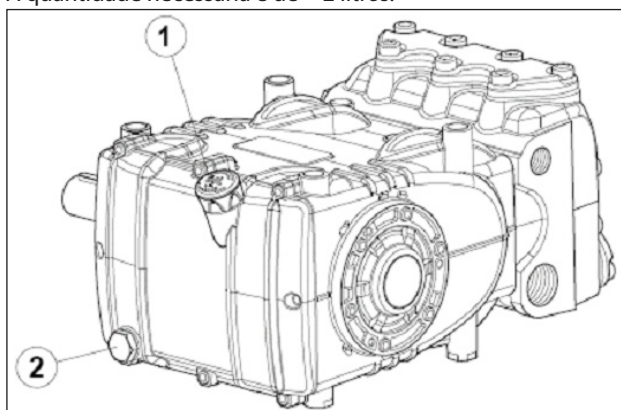

Fig. 3
A partir da haste do nível de óleo pos. ①, Fig. 3.
O controle correto do nível do óleo é realizado com a bomba em temperatura ambiente, a troca do óleo é executada com bomba em temperatura de trabalho, removendo: a haste do nível do óleo pos. ① e, em seguida, o tampão pos. ②, Fig. 3. O controle do óleo e da troca são efetuados conforme indicados na tabela da Fig. 14, capítulo 11.
Use uma sonda de temperatura para introduzir no interior do dreno do óleo, pos. ② Fig. 3.